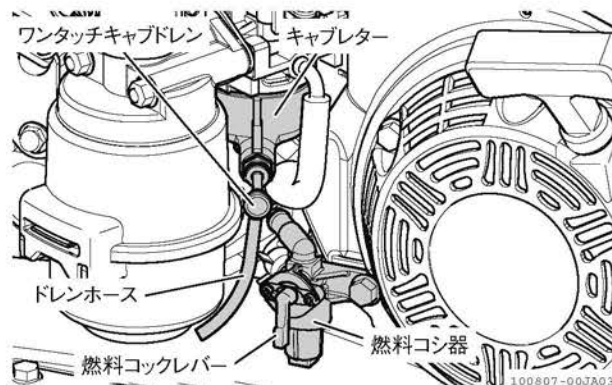

図 4-13 燃料の抜きかた
2. ワンタッチキャブドレンを引いて、キャブレター内の燃料を抜きます。（図 4-13）
3. 燃料が全部抜けきったら、ワンタッチキャブドレンを放します。（図 4-13）